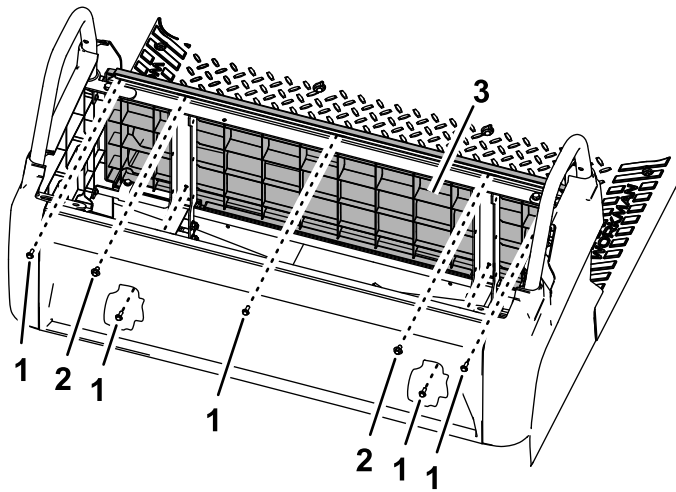

Figura 2
2. Retire os cinco parafusos (n.º 10 x ½ pol.) e dois conjuntos de anilha-parafuso (Figura 2).
5. Retire o painel da base do banco traseiro (Figura 2).